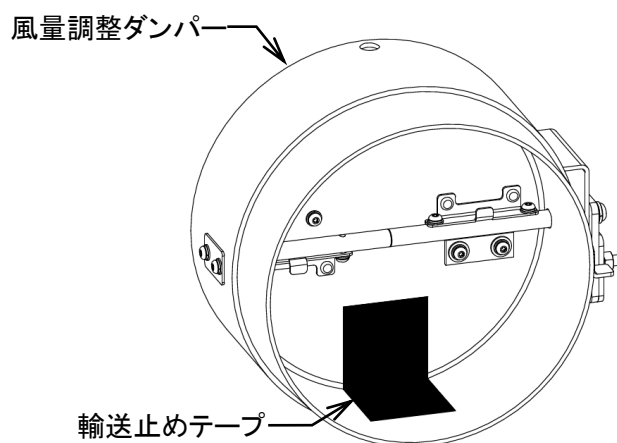

図 4-7
- 2) 機械後部にある風量調整ダンパーの輸送止めテープを外します。(図 4-7)